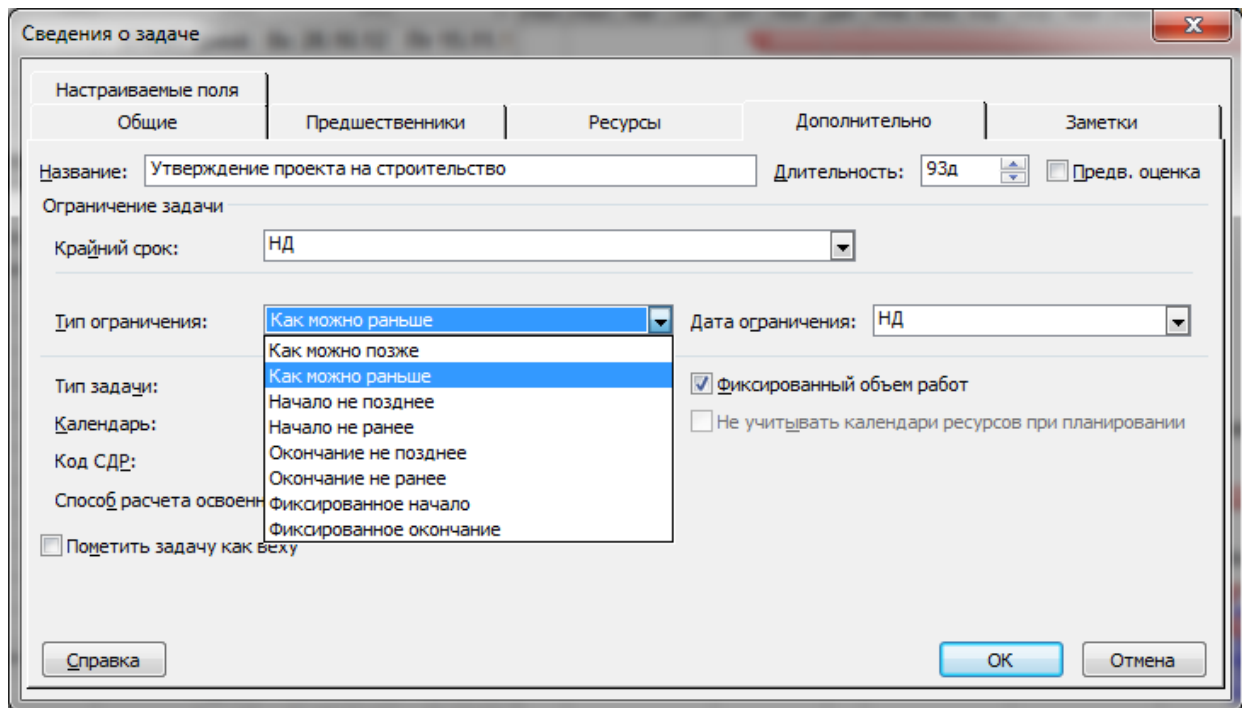

Рис.4. Замена условия «Начало не ранее», на условие «Якомога раньше»
- 2) зміна умов планування завдань. Зокрема, заміна умови «Почати не раніше», на умови «Якмога раніше» (рис.4).